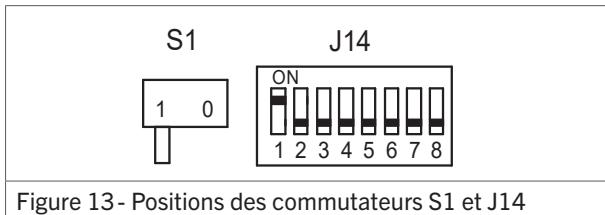

Figure 13 - Positions des commutateurs S1 et J14
2. Positionner comme suit les commutateurs S1 et J14 du module de commande (figure 13 / 14) :